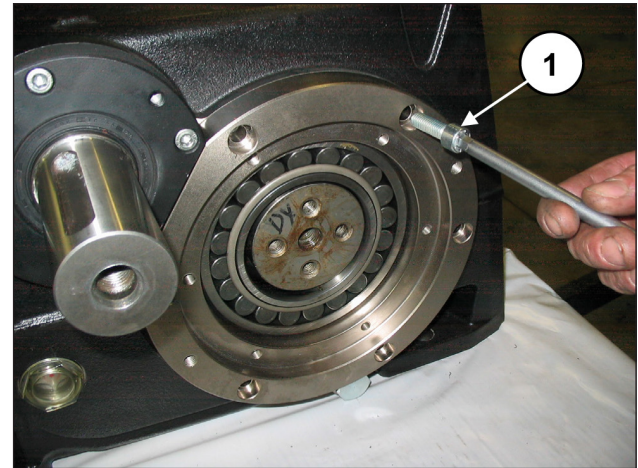

Abb. 75
Befestigen Sie die Lagerdeckel anhand von 6+6 Schrauben M10x30 (Pos. ①, Abb. 75).